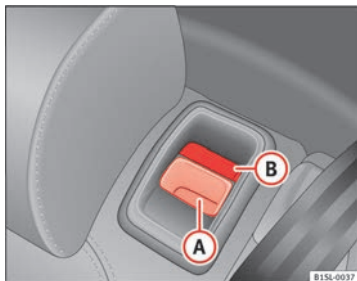

Fig. 67 Banco traseiro: botão de desbloqueio (A), marca vermelha (B).
- Puxe o botão de desbloqueio ⇒ Fig. 67 (A) para a frente e rebata ao mesmo tempo o encosto do banco traseiro.
- O encosto do banco traseiro encontra-se desencaixado quando se vê a marca vermelha do botão (B).